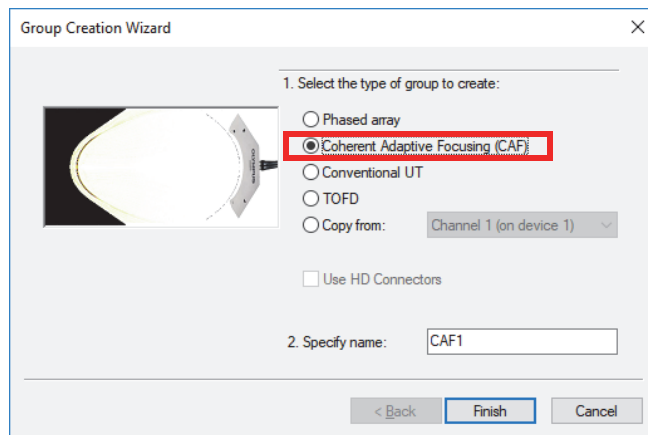

Abbildung 4-12 Dialogfeld Assistent für das Erstellen einer neuen Gruppe (CAF-Gruppe)
2. In dem Dialogfeld **Assistent für das Erstellen einer neuen Gruppe** wählen Sie **Coherent Adaptive Focusing (CAF)** (Kohärente adaptive Fokussierung (CAF) [Abbildung 4-12 auf Seite 113] anstelle von **Phased Array** aus.